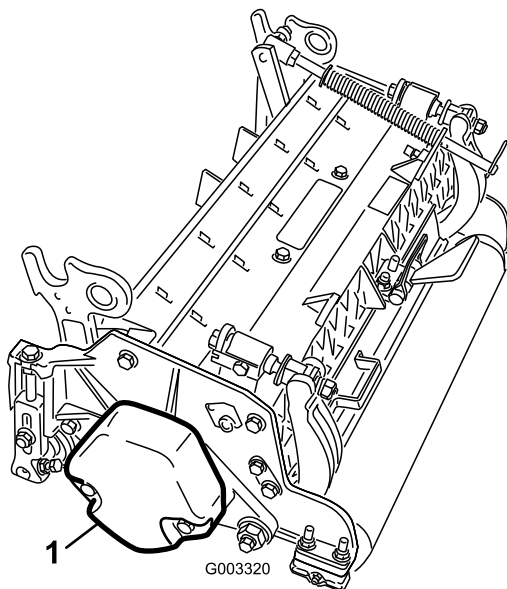

図 4
- カウンタウェイト(図 4) を、決められている側に取り付ける；カッティングユニットのオペレーターズマニュアルを参照。